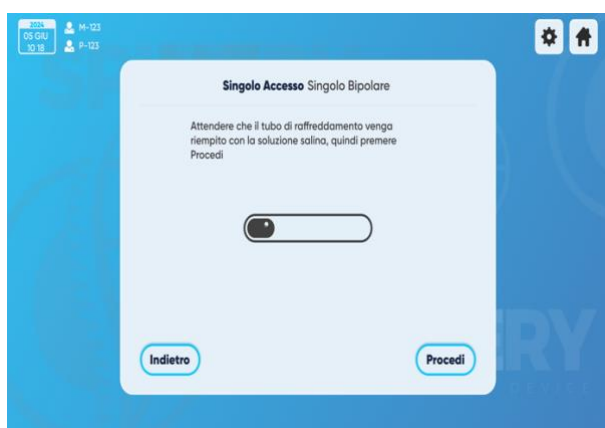

Figura 6 – Schermo di de-bubolle ad accesso singolo
4. Le istruzioni illustrate (Figura 6/7) ti informano che l'acqua salina viene ricircolata nel sistema di raffreddamento chiuso per garantire una completa debole delle tubature.